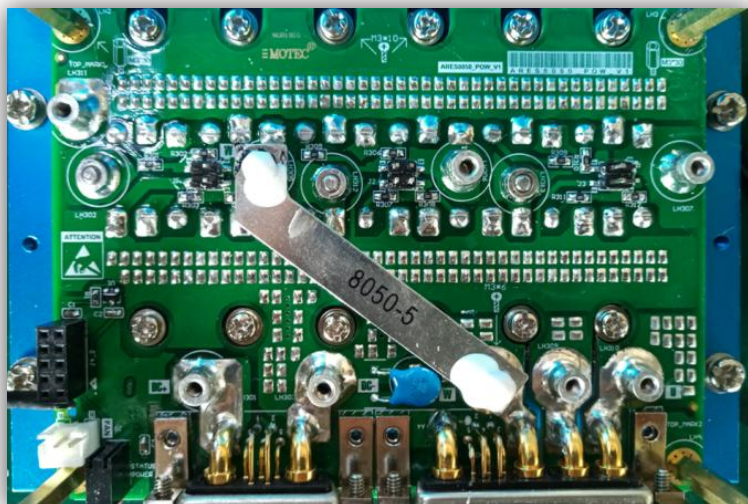

图 10
2.3 固定 W 相（标号 8050-5）铜排（固定后见图 10）